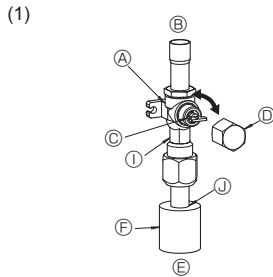
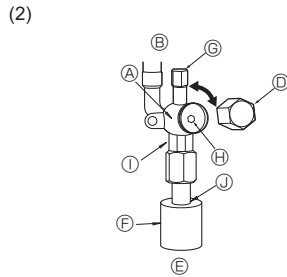

Fig. 4-6
Fig. 4-7
- (1) Gaszijde (Fig. 4-6)
- ① Verwijder de dop, trek het handvat naar u toe en draai dit een kwartslag tegen de klok in om de kraan te openen.
- ② Let erop dat de afsluitkraan geheel open is, druk de hendel in en draai de kap terug naar de oorspronkelijke stand.
- (2) Vloeistofzijde (Fig. 4-7)
- ① Verwijder de kap en draai de kraanstang zo ver mogelijk tegen de klok in met behulp van een 4mm-inbussleutel. Stop met draaien wanneer de nok wordt bereikt.